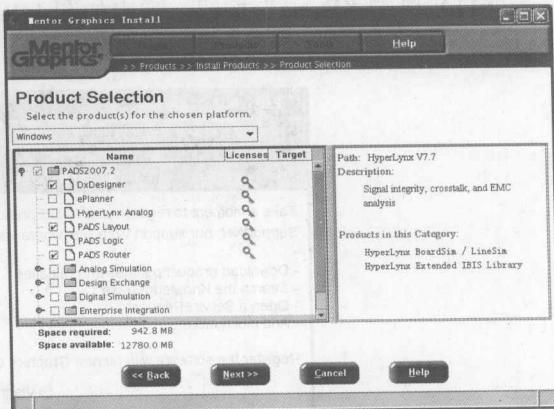

图 1-15 选择要安装的软件
(7) 在列表栏中选择“DxDesigner”、“PADS Layout”、“PADS Router”和“HyperLynx”等需要安装的工具，如图 1-15 所示。